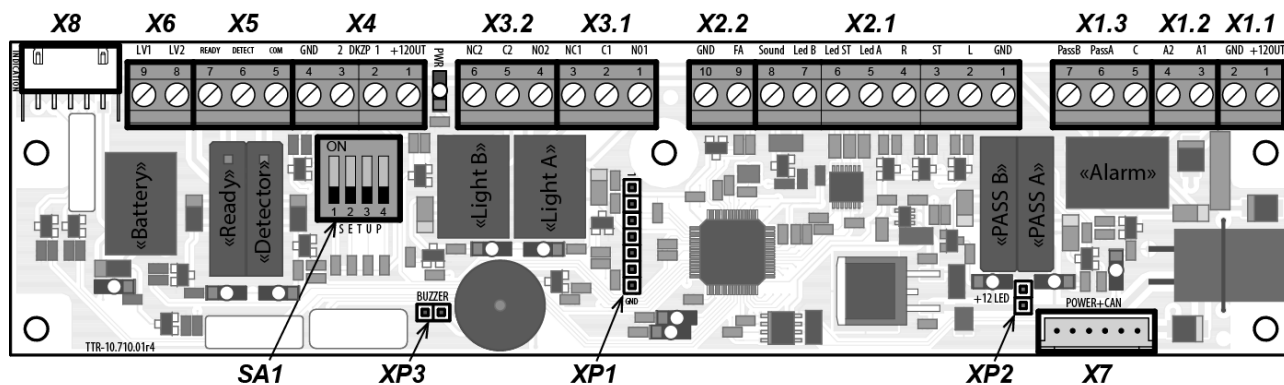

Рисунок 10. Внешний вид платы интерфейса
Общий вид платы интерфейса (10) показан на рис. 10.
Режим управления определяется DIP-переключателем **SA1-1** на плате интерфейса (10). Расположение переключателя показано на рис. 10. Положение переключателя **ON** – импульсный режим управления, **OFF** – потенциальный режим управления.